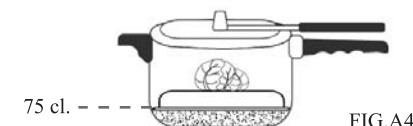

FIG.A4
4. Para cocinar alimentos al vapor debe utilizarse al menos 750 mililitros (3/4 de litro) de agua, colocando el alimento sobre una rejilla vaporera (opcional). (FIG. A4).